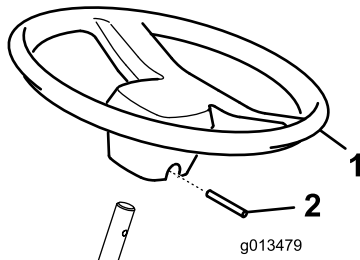

Figura 2
2. Deslice el volante sobre la columna de dirección (Figura 2).
3. Sujete el volante en su sitio con un pasador cilíndrico (Figura 2).